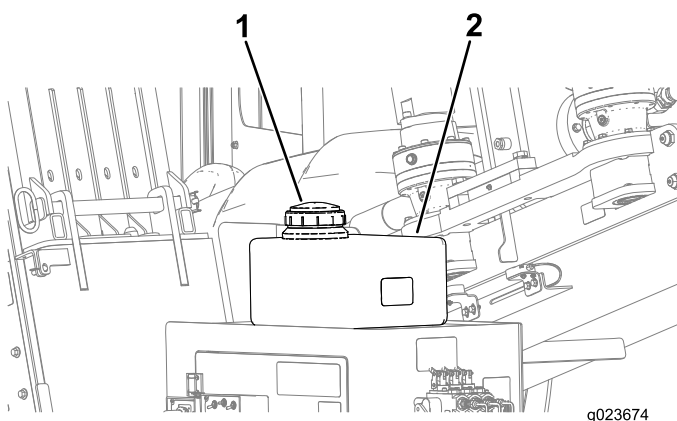

Figura 126
C. Retire el tapón del depósito de anticongelante de la bomba de fluido de perforación (Figura 126).
D. Asegúrese de que el depósito está lleno de anticongelante (Figura 126).
D. Añada anticongelante al depósito según sea necesario (Figura 126).
5. Instale el tapón del depósito de anticongelante (Figura 126).